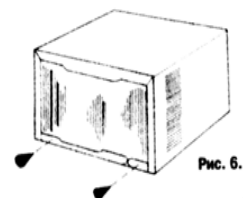

Рис. 6.1
1. удалите два винта и снимите фиксирующие кронштейны (рис.6). для моделей ACW-12E и ACW-18E предусмотрен только один винт и кронштейн (рис.6.1.)
8. установите фиксирующие кронштейны (рис.6 и рис.6.1.).